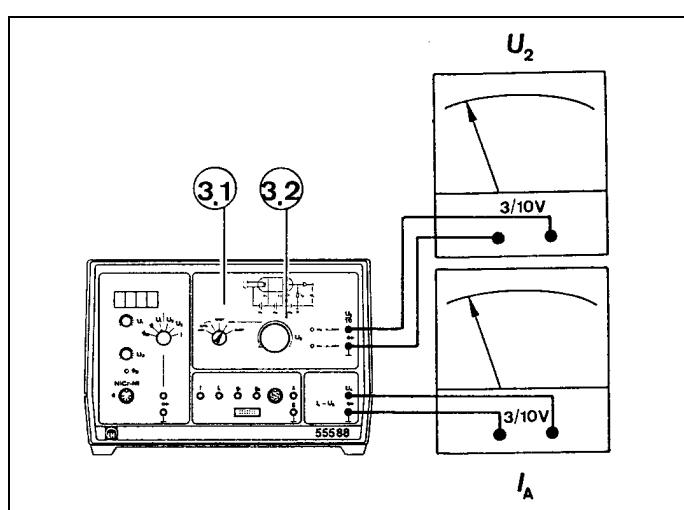

Fig. 5.1
- Versuchsdurchführungen ohne Oszilloskop (Fig. 5.1/2, Fig. 6): Betriebsartschalter (3.1) auf MAN. stellen: Die Beschleunigungsspannung U_2 lässt sich über das Potentiometer (3.2) variieren.
- Experiments without oscilloscope (Fig. 5.1/ 2, Fig. 6): Set mode switch (3.1) to MAN.: you can vary the acceleration voltage U_2 using the potentiometer (3.2).